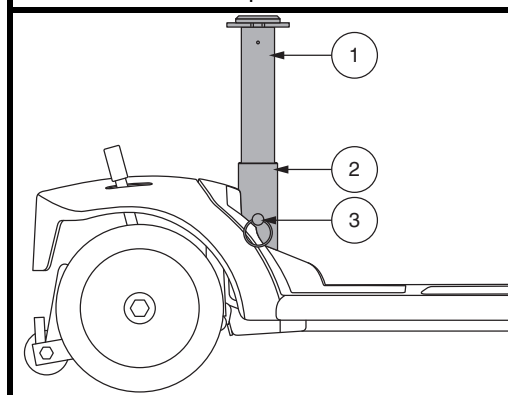

Figure 19. Réglage de la hauteur du siège
La hauteur du siège peut être réglée à volonté. Voir la figure 19.
2. Retirez le mât du siège du Travel Scooter en retirant la goupille de détente de la partie inférieure du mât du siège, puis soulevez le mât vers le haut et enlevez-le du Travel scooter. **Voir la figure 19.**